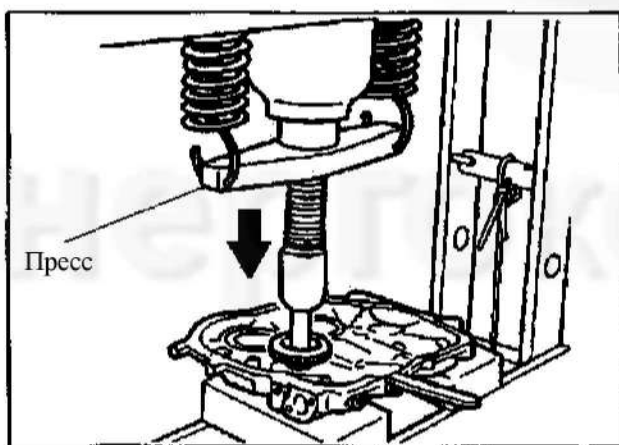

Рис. 50
- С помощью пресса плотно запрессовать железную муфту шестерни регулятора на ее ось. (См. Рис. 50.)